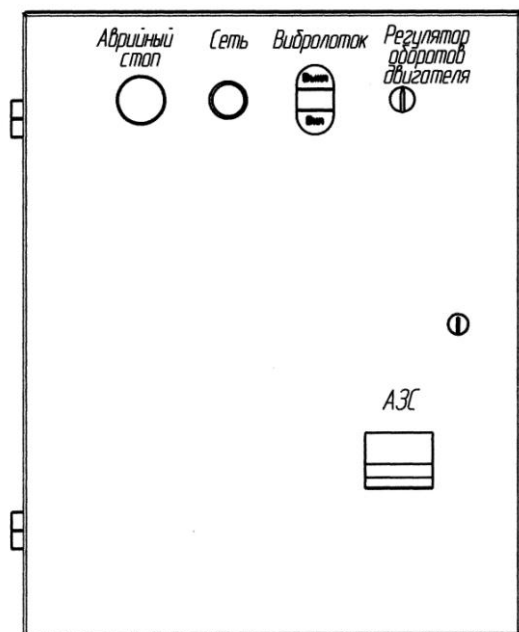

рис. 2
На лицевой панели щита управления машины (рис. 2) находится АЗС включения питания, кнопка аварийной остановки машины, световой индикатор включения сети, кнопка пуска и остановки вибрлотка со световым индикатором, а также регулятор оборотов вентилятора.
6.8. Запуск машины в работу производить только при заполненном бункере не ниже середины контрольного окна 1 (рис. 2) рычаг подачи зерна поставить в положение «закрыто», перекрыв подачу зерна. Положение регуляторов воздуха и рычагов управления шторками в момент пуска значения не имеет.
Подвести питание к электрошкафу 3 (рис.2) Включить автомат защиты сети на лицевой панели электрошкафа. При наличии напряжения в сети загорается лампочка «Сеть».
Нажать кнопку пуска вибрлотка. При этом должна загореться световая индикация на кнопке и послышаться характерный звук работающего вибрлотка. Повернуть по часовой стрелке ручку регулятора оборотов вентилятора (см. рис. 2). При этом вентилятор плавно начинает вращаться. При увеличении угла поворота ручки обороты вентилятора увеличиваются, при уменьшении угла – уменьшаются. При повороте ручки до упора против часовой стрелки – вентилятор останавливается.
Аварийное отключение машины производится общим отключением, с помощью кнопки «Аварийный стоп» (см. рис.2).
Внимание! Загрузка материалом должна быть не менее середины контрольного окна 1 (рис. 2)
7.1.5. Включить кнопкой «ВКЛ» вибрлоток (рис. 2)